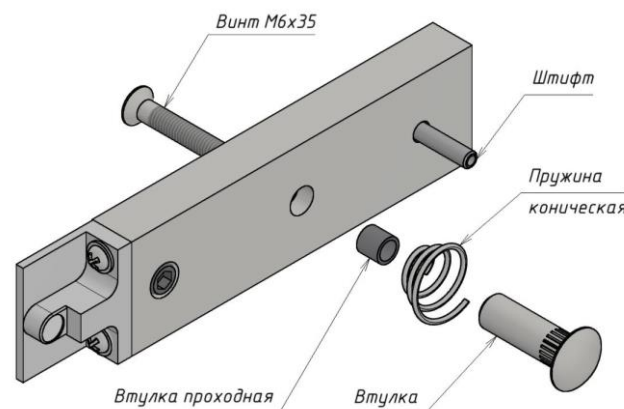

Рисунок 2 - Комплект крепления якоря
| - комплект крепления якоря (рисунок 2).....                   | 1 шт. |
- с помощью комплекта крепления якоря с отверстиями в двери для винта крепления якоря и фиксирующего штифта (рисунок 2);